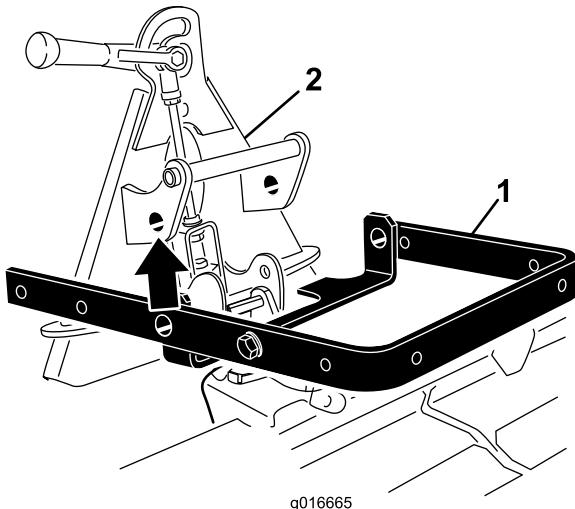
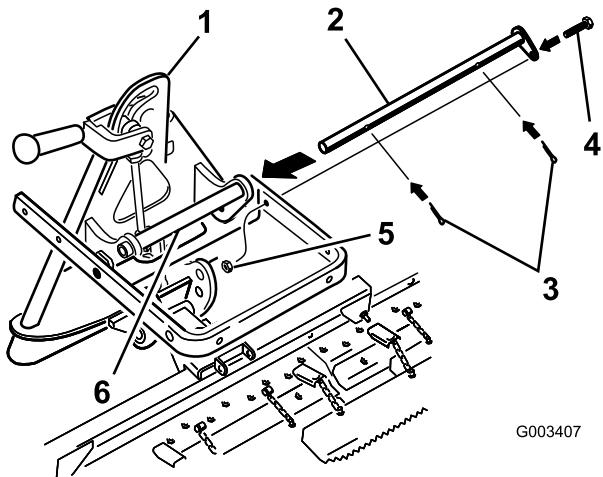

Figura 4
Figura 5
2. Allineate il braccio di sollevamento con la staffa sull'adattatore per accessori (Figura 4) e collegateli usando la barra articolata come illustrato in Figura 5.
Nota: Quando spostate l'adattatore per accessori, usate la maniglia sul retro dell'adattatore (Figura 4).
3. Fissate la barra articolata con 2 coppiglie e un bullone (3/8 x 1-1/4 pollici) (Figura 5).